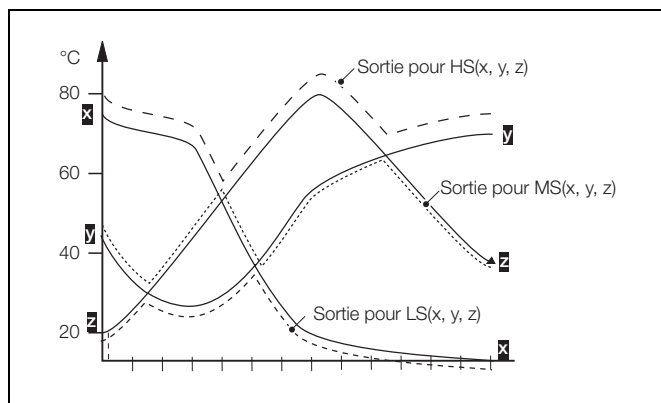

Fig. 2.9 Sélection valeur haute, intermédiaire et basse
2.9.6 Fonctions de commutation – Figs. 2.9 et 2.10
Les fonctions de commutation HS (Sélection Haute), MS (Sélection Intermédiaire) et LS (Sélection basse) sont utilisées pour choisir parmi la plus haute, l'intermédiaire et la plus basse des trois valeurs analogiques (voir Fig. 2.9).